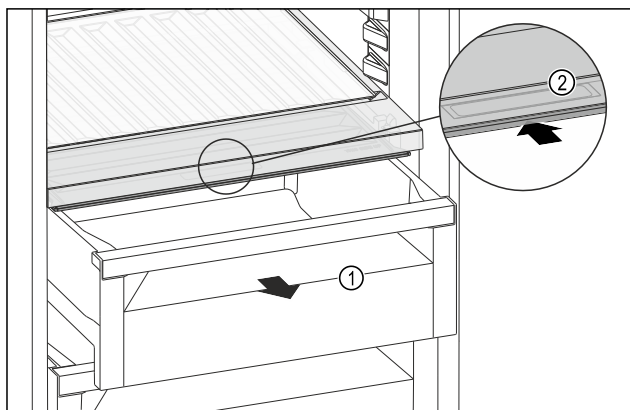

Fig. 114
- Zásuvku Fig. 114 (1) vytáhněte.
- Uchopte prohlubeň pro rukojeť Fig. 114 (2) na víku zásuvky a současně zasuňte víko zásuvky směrem dozadu.